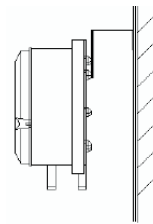

图 1
- 推荐安装方式是垂直方向，导气管朝下，以便排除可能凝结的湿气（见图 1）。
压力与压差开关点设定：设定压力/压差到所需的设定值。该设定值意味着当压力/压差上升到该值时，开关动作。该刻度指示值仅当如图1垂直安装时才准确。压力/压差下降时，当下降到设定值以下开关便返回到原状态。